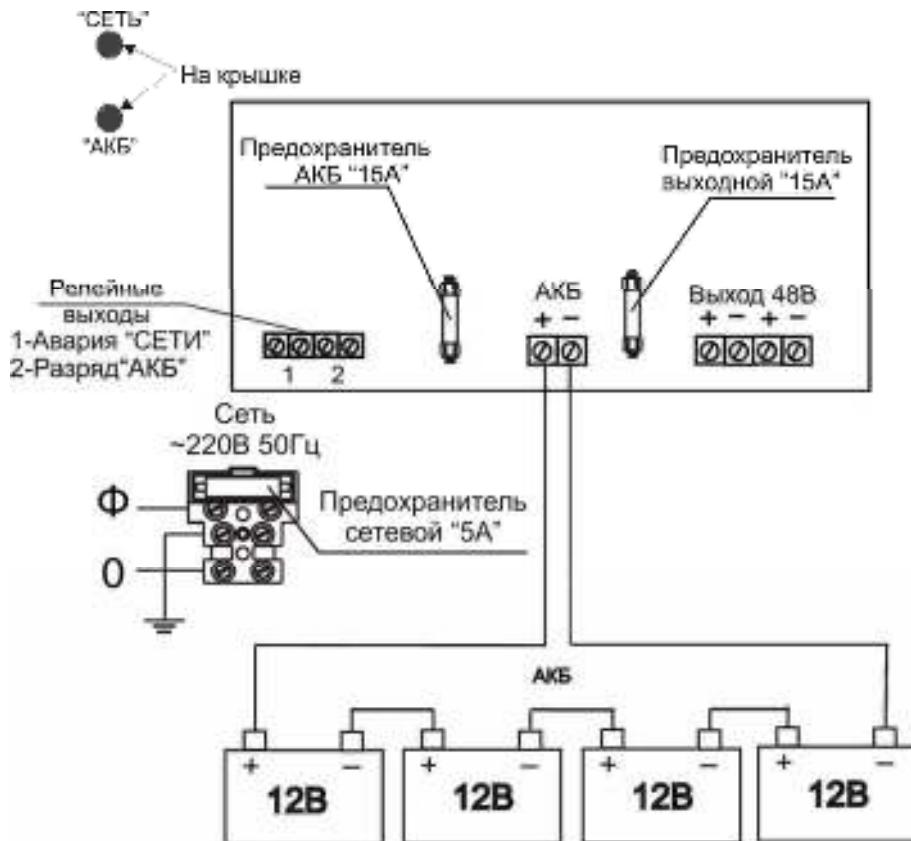

РИСУНОК 1
Держатель сетевого предохранителя совмещен с сетевой колодкой (см. приложение Рисунок 1).
ДЛЯ ПОЛНОГО ОТКЛЮЧЕНИЯ ИСТОЧНИКА СЛЕДУЕТ ОТСОЕДИНИТЬ КЛЕММУ «+АКБ» (СМ. ПРИЛОЖЕНИЕ РИСУНОК 1) ОТ САМОЙ АКБ, А ЗАТЕМ ОТКЛЮЧИТЬ НАПРЯЖЕНИЕ СЕТИ.
**ЗАПРЕЩАЕТСЯ СТАВИТЬ В КОЛОДКИ ПРЕДОХРАНИТЕЛЕЙ ПЕРЕМЫЧКИ И ПЛАВКИЕ ВСТАВКИ НОМИНАЛОВ, НЕ СООТВЕТСТВУЮЩИМ УКАЗАННЫМ В НАСТОЯЩЕМ РУКОВОДСТВЕ! (СМ. ПРИЛОЖЕНИЕ РИСУНОК 1 И ТАБЛИЦУ 3).**
**Подключение источника производится при отключенном сетевом напряжении и открытой крышке (см. приложение Рисунок 1) в следующей последовательности:**
- Соединить аккумуляторы в АКБ при помощи перемычек, входящих в комплект поставки (см. приложение Рисунок 1), при необходимости использования аккумуляторного отсека (не входит в комплект поставки) соединить АКБ согласно схеме в приложении см. Рисунок 4;
- Проверить правильность произведенного монтажа в соответствии со схемой подключения (см. приложение Рисунок 1,2,3).